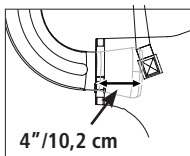

Fig. 09
1. Localize abertura no saco coletor. Insira a extremidade alargada do tubo cotovelo aproximadamente 4"/10,2 cm dentro da abertura [Fig. 09].